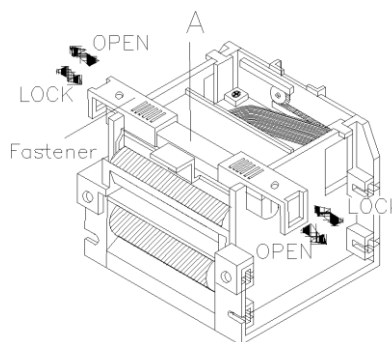

Рис. 3.2.1
2. Нажмите указательным пальцем в точку "А", снимите два пластиковых держателя по бокам и вы сможете снять фиксатор и пишущую головку принтера. (см. рисунок 3.2.1)